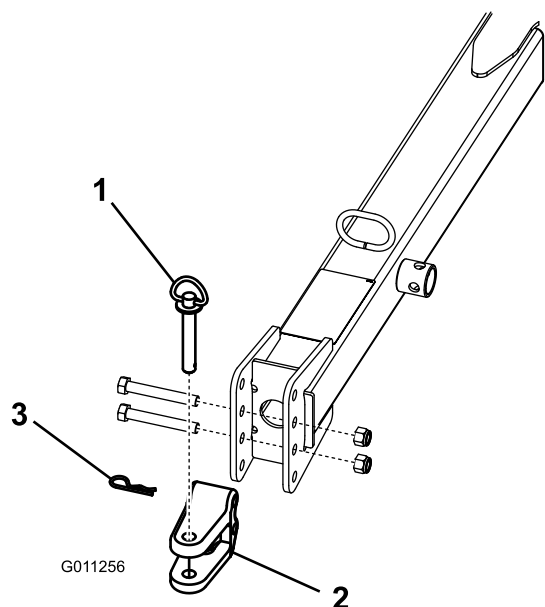

Figura 9
- Togliete i bulloni e i dadi di bloccaggio che fissano l'uncino dell'attacco di traino (Figura 9) al timone di traino.